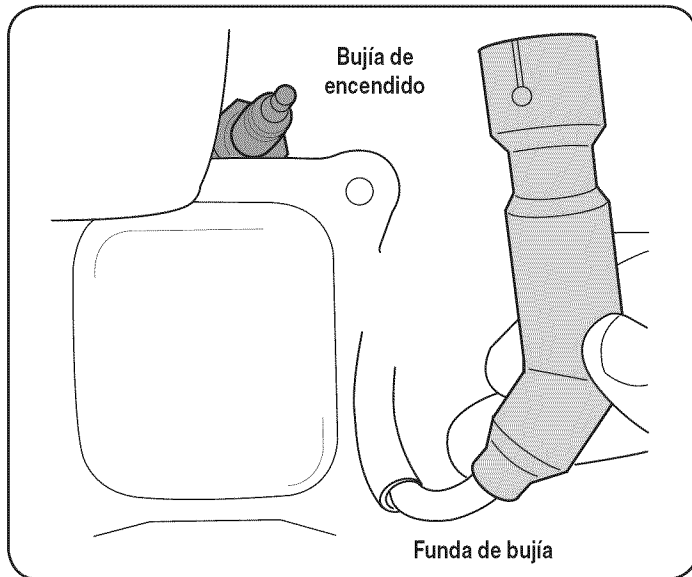

Figura 13
1. Retire la funda de bujía y utilice una llave para bujías para extraer la bujía. Vea la Figura 13.